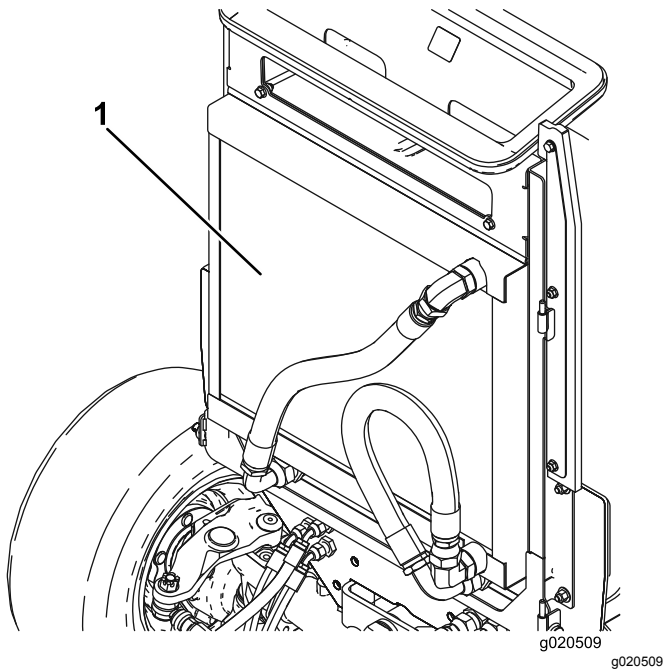

Figure 65
3. Nettoyez soigneusement les deux côtés du refroidisseur d'huile et du radiateur à l'air comprimé (Figure 65).